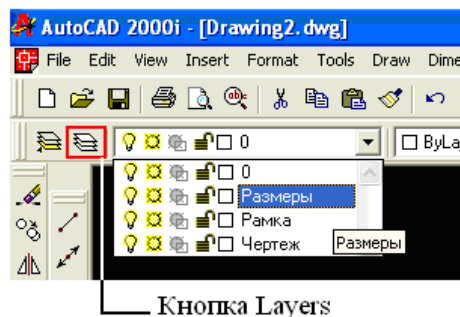

Рис. 3.1. Вызов меню *Layer Properties Manager* и выбор слоя для рисования
- 1) нажмите кнопку *Layers* панели инструментов. Откроется диалоговое окно *Layer Properties Manager* (Менеджер свойств слоя) – рис. 3.1 и 3.2;
Выбор слоя для рисования осуществляется в панели инструментов (рис. 3.1).
Для переноса любого объекта в требуемый слой необходимо выделить объект на чертеже, а затем выбрать необходимый слой, как показано на рис. 3.1.